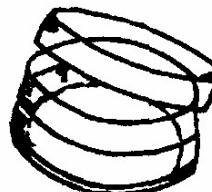

图 1-6 汽油缸
4. 汽油缸 汽油缸是用来存放溶剂汽油或其他清洗液的。为了防止汽油挥发，最好采用磨砂口的汽油缸（见图 1-6）。如无汽油缸时，也可用其他密封性好的容器代替。